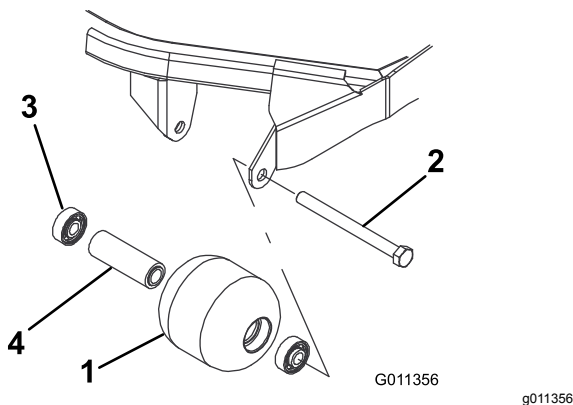

Figura 92
1. Retire o parafuso de montagem do rolo (Figura 92).
1. Introduza o primeiro rolamento na estrutura do rolo (Figura 92). Empurre só a calha externa ou, então, exerça o mesmo tipo de pressão nas calhas interna e externa.
2. Coloque o espaçador (Figura 92)
3. Introduza o segundo rolamento na estrutura do rolo (Figura 92) exercendo o mesmo tipo de pressão nas calhas interna e externa até a calha interna entrar em contacto com o espaçador.
4. Verifique se a estrutura dos rolamentos, os rolamentos e o espaçador de rolamentos estão danificados (Figura 92). Substitua os componentes danificados e volte a montá-los.